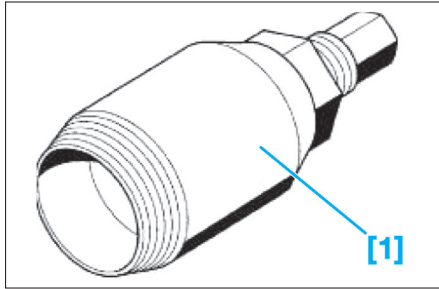

Fig. 12
- [1]. Outil de dépose du joint de vilebrequin (Outil Renault Mot. 1374) (Fig.12).